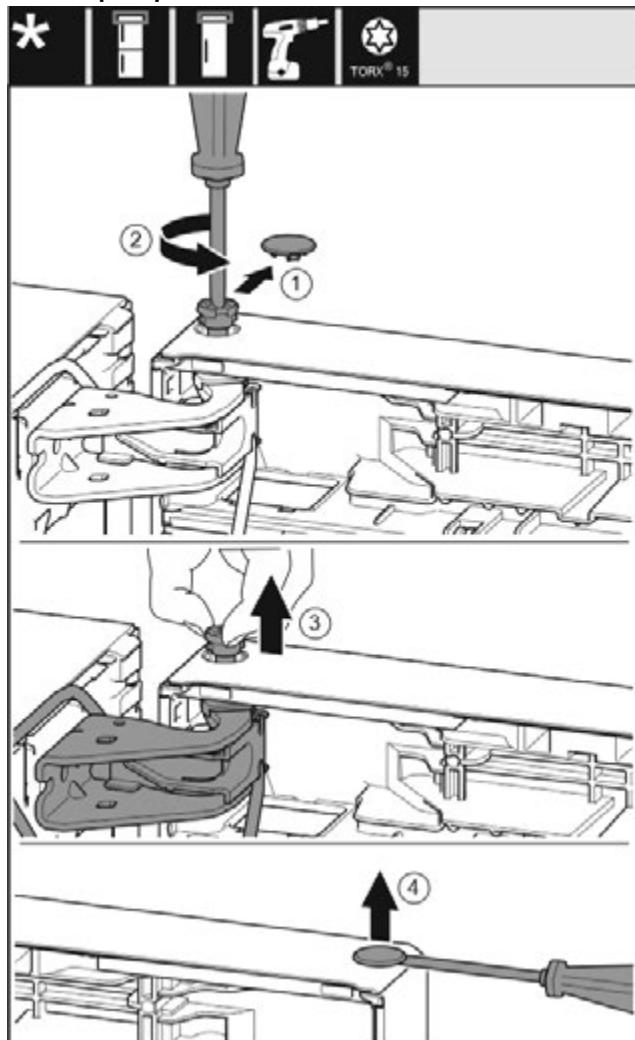

Fig. 18
- Обережно зніміть запобіжну кришку. Fig. 18 (1)
- Трохи викрутіть гвинт за допомогою викрутки T15. Fig. 18 (2)
- Притримуйте дверцята і витягніть палець руками. Fig. 18 (3)
- За допомогою шліцевої викрутки обережно підійміть пробку із опорного втулка дверцят та витягніть її. Fig. 18 (4)